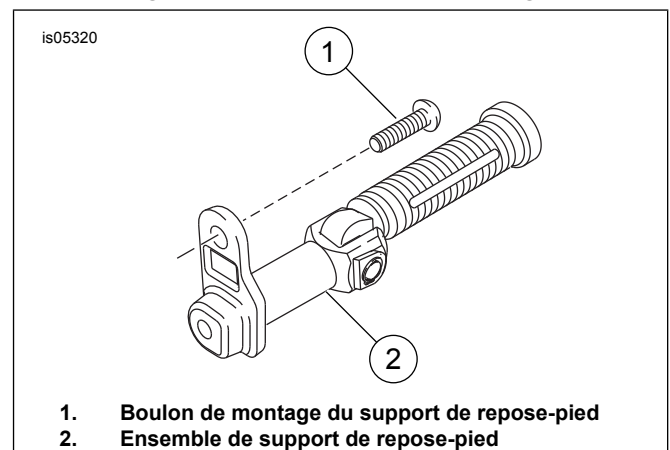

Figure 2. Ensemble de support de repose-pied
3. Voir Figure 2. Sur le côté gauche, retirer le boulon de montage du support de repose-pied (1) et l'ensemble de support de repose-pied (2). Jeter le boulon de montage.